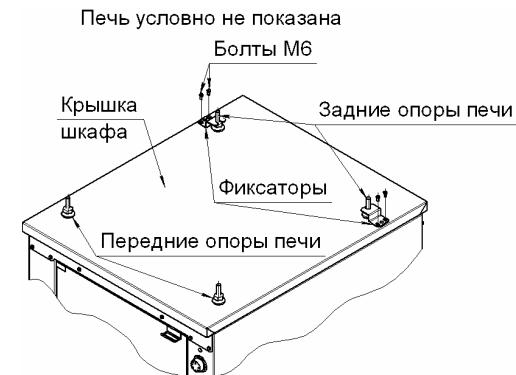

Рис.3
2. Задние регулируемые опоры печи, устанавливаемой на шкаф, должны быть обязательно, надёжно закреплены на крышке шкафа, при помощи фиксаторов, которые входят в комплект поставки печи и 4-х болтов М6, которые входят в комплект поставки шкафа и должны быть установлены, как показано на рис.3.